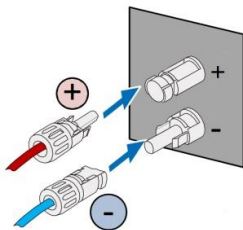

图 5.4 光伏直流组串接入逆变器
(1) 将已经接好光伏组串的正极和负极连接器接入逆变器直流接口的对应位置，确认紧固连接，如图 5.4 所示；
(2) 将直流连接器从逆变器拆卸时，用“一”字螺丝刀尖头部位插入连接器中部凸起的孔中，用力将连接器活动端退出即可。